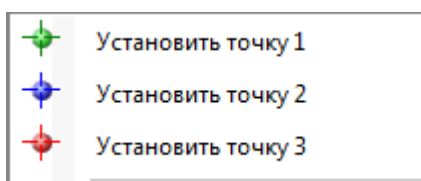

Рис. 2.127
- графически: наведя курсор на нужные узлы и щелкнув правой кнопкой мыши (рис. 2.127).